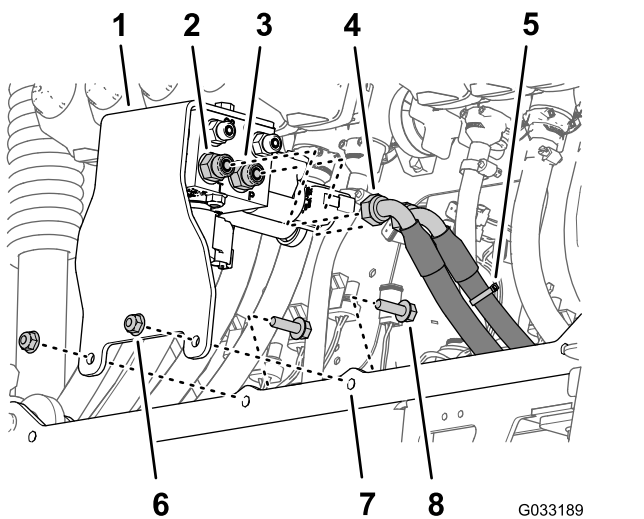

Figura 93
1. Alinhe os orifícios no suporte para o coletor de elevação da rampa que retirou no passo 3 de Retirar o coletor de elevação da rampa da secção da rampa central \(página 32\) com a montagem do cilindro larga na nova secção da rampa central (Figura 93).
2. Monte o suporte na montagem do cilindro (Figura 93) com os 2 parafusos de cabeça flangeada (5/16 x 1 pol.) e as 2 porcas de bloqueio flangeadas (5/16 pol.) que retirou no passo 3 de Retirar o coletor de elevação da rampa da secção da rampa central \(página 32\).
4. Monte o tubo de pressão hidráulica (marcado com uma braçadeira de cabos) na porta P do coletor de elevação da rampa (Figura 93).
5. Monte o tubo de retorno hidráulico na porta T do coletor de elevação da rampa (Figura 93).